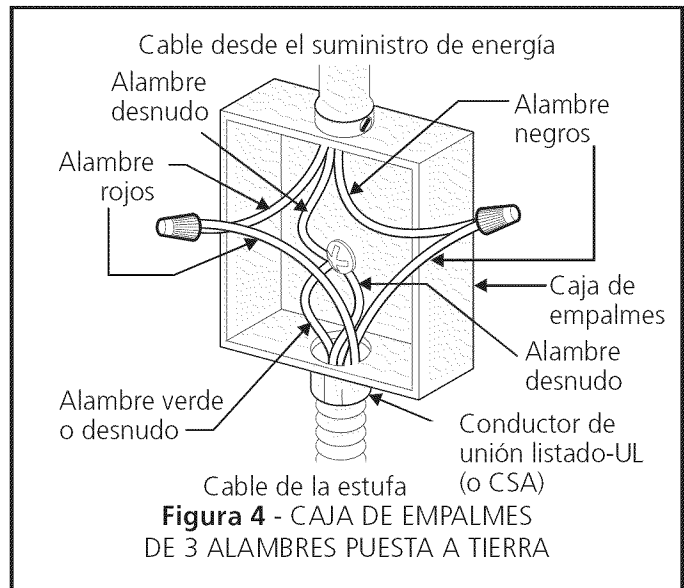

Figura 4 - CAJA DE EMPALMES DE 3 ALAMBRES PUESTA A TIERRA
Este electrodoméstico está fabricado con un suministro eléctrico neutro blanco y un alambre de cobre conectado al armazón. El armazón está puesto a tierra por un enlace de la conexión a tierra con la conexión del neutro al final de la línea eléctrica, si es usado en los estados unidos una nueva instalación de circuito de bifurcación (1996 NEC), casa rodante, vehículos recreacionales, o donde los códigos locales no permitan poner a tierra mediante el neutro (blanco) o en Canadá, desconectar la conexión blanca de la verde y utilizar la conexión a tierra para poner a tierra la unidad de acuerdo a los códigos locales, conectar el neutro al circuito de bifurcación-conductor neutro de manera usual. Ver Figura 5. Si su electrodoméstico va a ser conectado a una caja de conexión puesta a tierra de 3 cables (en los estados unidos solamente), donde los códigos locales permitan conectar el conductor de poner a tierra-electrodoméstico con el neutro (blanco) ver Figura 4.
Donde los códigos locales permitan conectar el conductor de puesta a tierra del electrodoméstico al neutral (blanco) (Solamente en los Estados Unidos) (vea figura 4):
2. En el caja de juntas: conectar el aparato y los cables residenciales como se muestra en la figura 4.